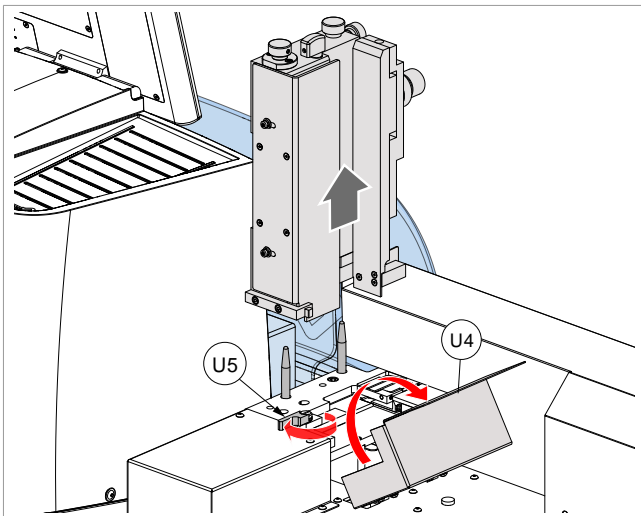

Fig. 132
- 8) Open het luikje (U4), bevrijd het hendeltje (U5) en verwijder de lader van bovenaf (Fig. 132).